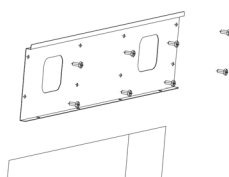

Imagen 2: Fije la placa de montaje
2. Utilice tornillos y tuercas M8 para fijar el soporte del chasis en la pared de instalación seleccionada (Si está instalado en una pared de madera, puede utilizar tornillos para madera para fijarlo) (Imagen 2).